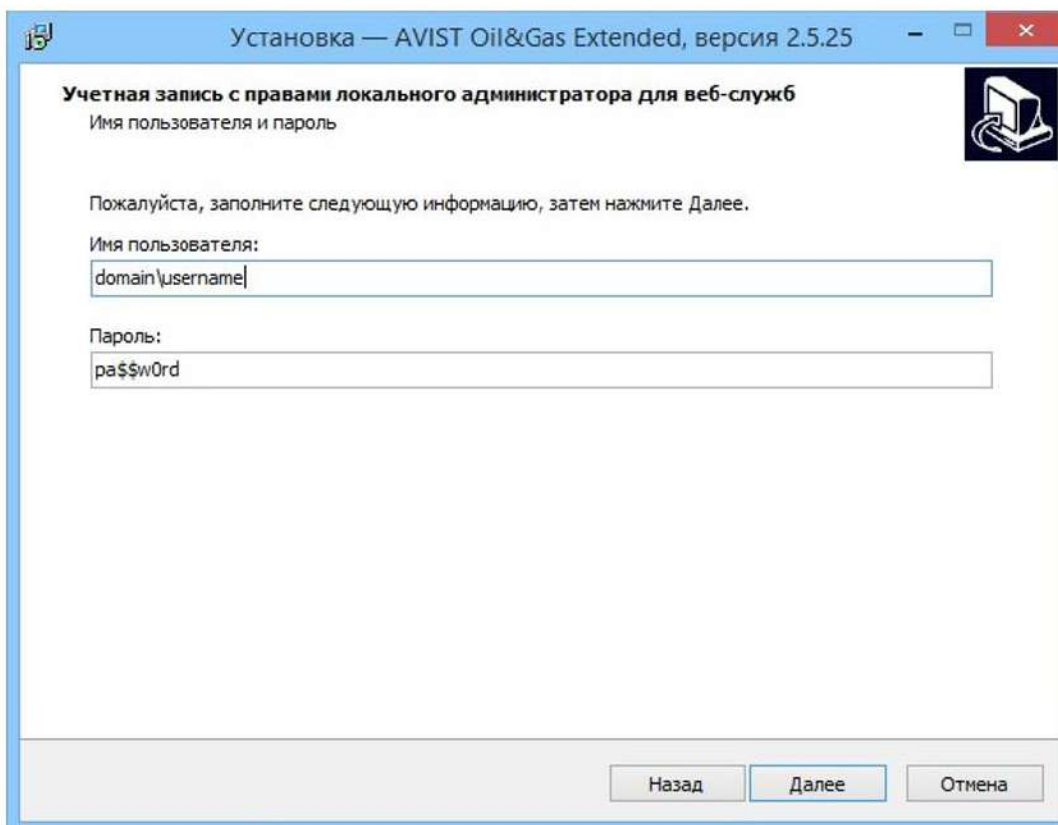

Рисунок 52 - Окно ввода данных учетной записи с правами локального администратора
- 7) Ввести данные учетной записи (имя пользователя и пароль), которая обладает правами локального администратора для веб-служб, нажать кнопку «Далее» (Рисунок 52).